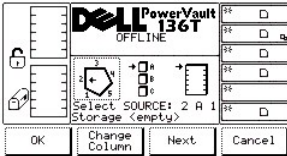

Figure 38. Command > Move > Dialog Scan Barcode
Lorsque Scan Barcode est sélectionné, le dialogue Scan Barcode s'affiche. Reportez-vous à la Figure 38. Cette option fait l'inventaire d'une plage de fentes.
- 1 Si la touche de fonction **Next** est enfoncée, le paramètre de la source active passe de slot à column, comme le montre le dialogue Scan Barcode. Reportez-vous à la Figure 38.